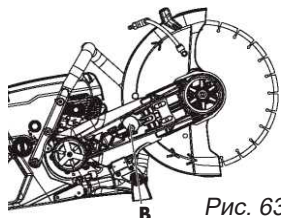

Рис. 63
- Замените ремень привода. Поверните натяжитель ремня (В) в положение "1", чтобы затянуть (рис. 63).